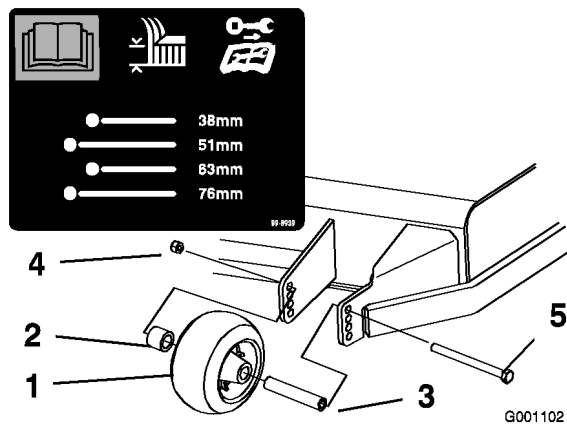
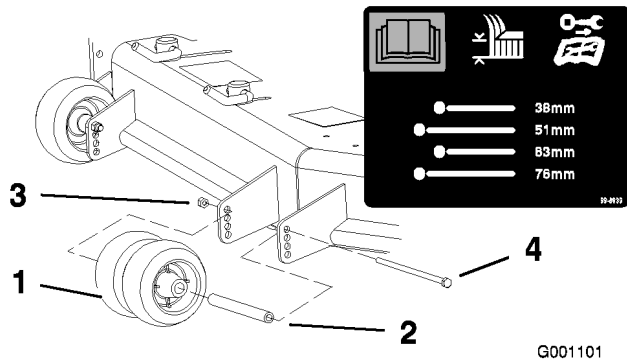
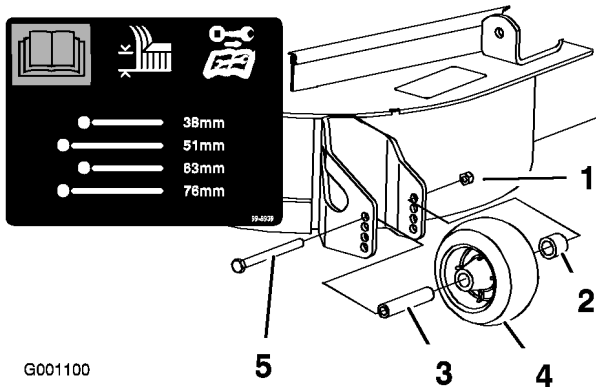

Figura 18
Figura 19
Figura 20
3. Dopo avere regolato l'altezza di taglio, regolate i rulli togliendo il dado flangiato, la boccola, il distanziale ed il bullone (Figura 18, Figura 19 e Figura 20).
Nota: I due rulli centrali sono privi di distanziale (Figura 19).
5. Montate il dado flangiato, la boccola, il distanziale ed il bullone. Serrate a 54-61 Nm (Figura 18, Figura 19 e Figura 20).